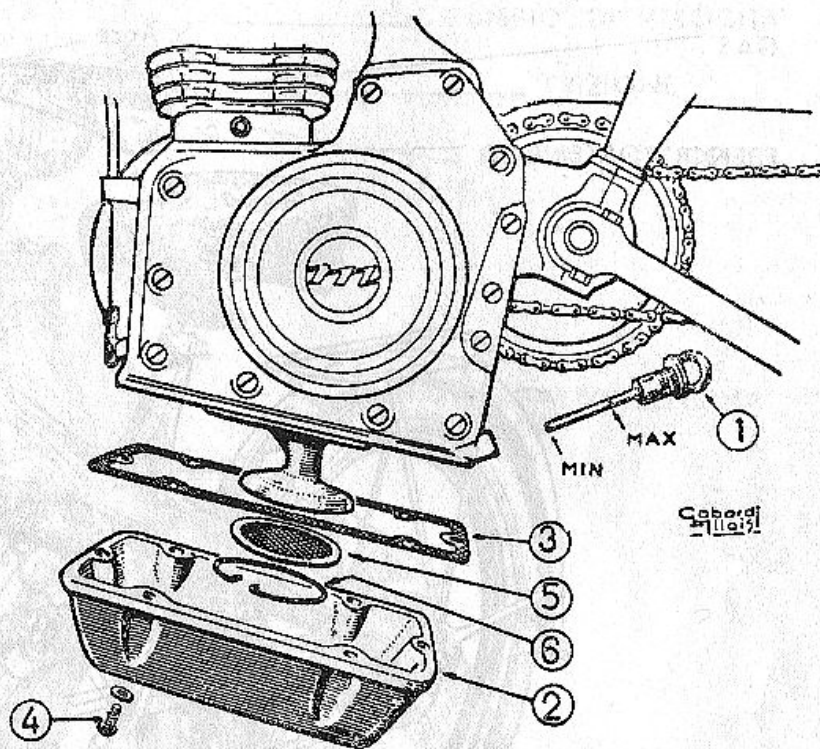

Fig. 1 - Astina di livello dell'olio - Coppa smontata per il ricambio del lubrificatore e la pulizia del filtro
**Motore:** (Fig. 1): Usare esclusivamente olio minerale di ottima qualità, di gradazione S.A.E. 30.